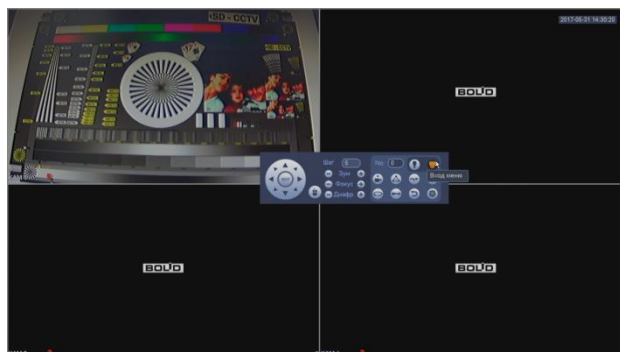

Рисунок 6.2
6.2 В появившемся окне раскройте дополнительное меню и нажмите кнопку «Вход в меню» (рис.6.2).